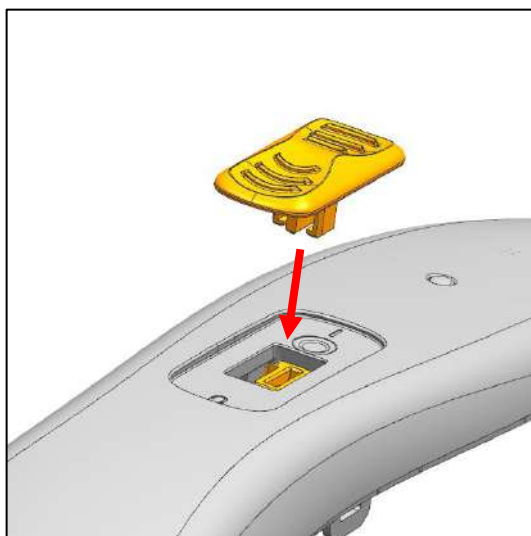

Abb. 16
- b) Drücken Sie den Schaltschieber von außen in die Schalterausparung in Richtung Gehäuse (Abb. 16).